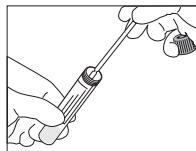

Fig. 1
3. Inserte el hisopo para la recogida, introduzcalo en el tubo hasta que el punto de rotura (si lo hay) alcance el nivel de la abertura del tubo (Fig. 1).